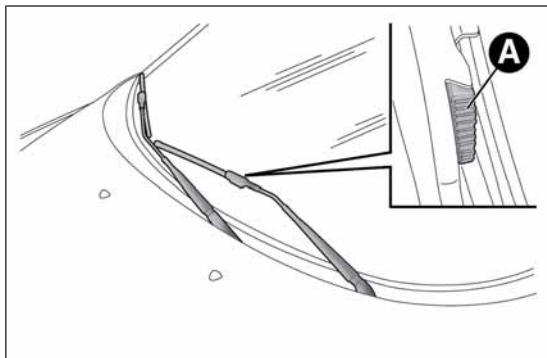

РИС. 166
- поднимите рычаг стеклоочистителя, нажмите на рычажок А РИС. 166 запорной пружины и снимите щетку с рычага;